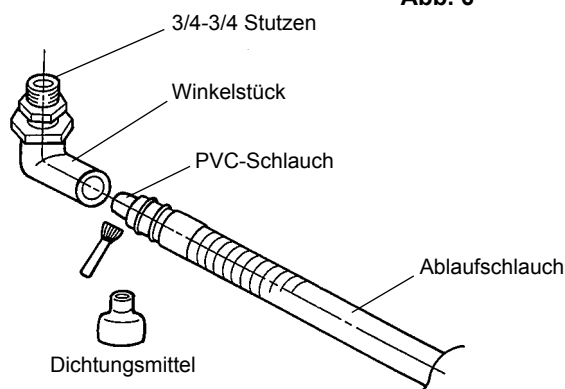

Abb. 7
- 5) Verwenden Sie ein Dichtungsmittel (für PVC), um den Ablaufschlauch mit dem PVC-Schlauch (Zubehör) wie gezeigt (Abb. 7) an dem Winkelstück zu dichten. Der Schlauch läßt sich auf die richtige Länge, d. h. der Position des Hauptabflusses entsprechend, zuschneiden.